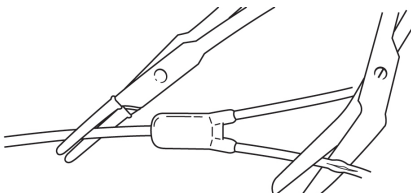

Fig. 11
2. Klipp av den skadade delen av grenslangen, men lämna kvar så mycket att slangen kan repareras. (Fig. 11)